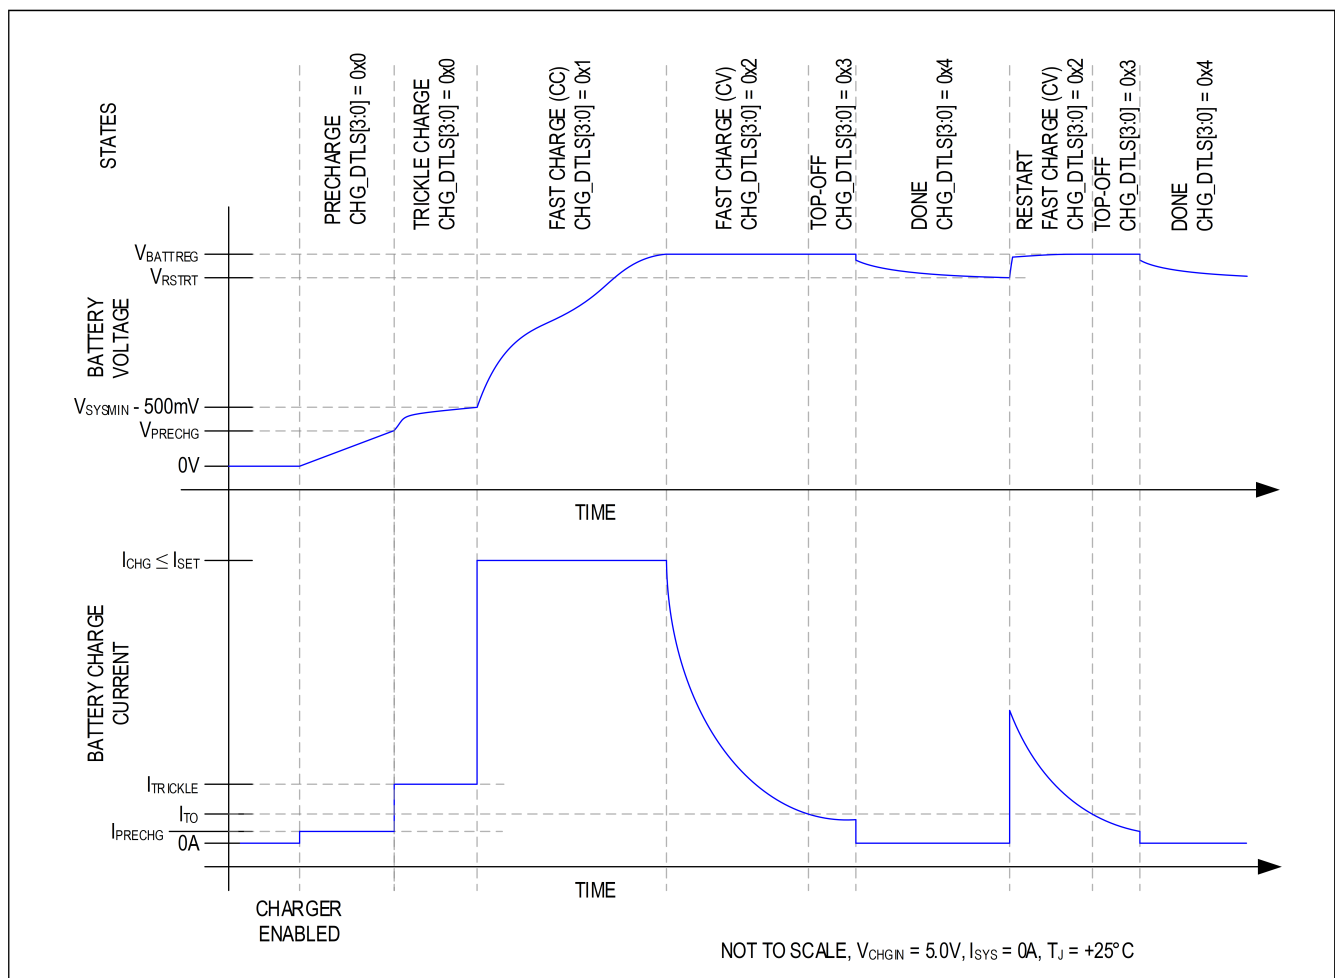
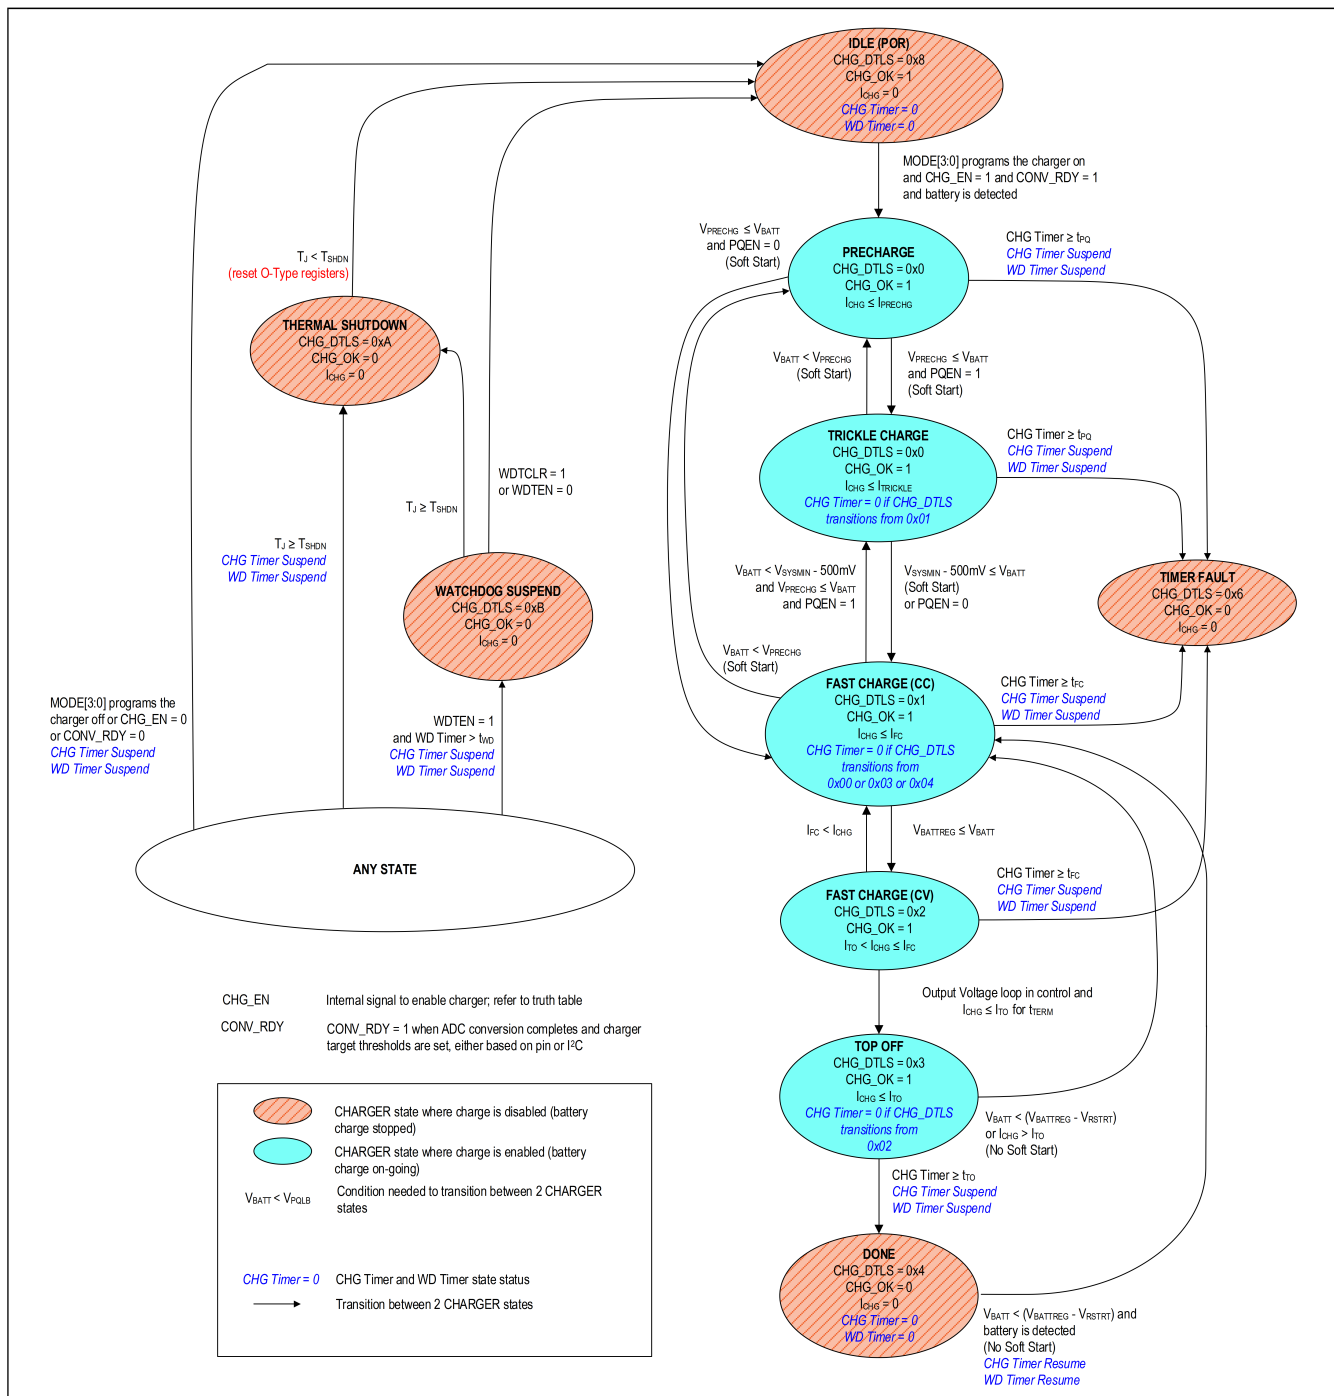

図 3. リチウム・イオン／リチウム・ポリマー・バッテリーの充電プロファイル
図 4. チャージャ状態図
MAX77963 は、図 3 と図 4 に示すように、いくつかの充電状態を利用して、バッテリーを安全かつ急速に充電します。図 3 に、システム負荷がなく、ダイとバッテリーが室温に近い場合に、予備充電 → 急速充電 → トップオフ充電 → 充電完了の充電状態を経て進行するリチウム・イオン／リチウム・ポリマー・バッテリーの充電プロファイルを示します。
図 4 に示すいずれの状態からも、サーマル・シャットダウンを除いて、チャージャがオフになるように設定されているか、またはチャージャ入力 $CHGIN$ が無効である場合は常に、「入力電力なしの、またはチャージャがディスエーブルになっている」状態になります。 t_{SCIDG} の間この状態になった後、 CHG_DTLS は $0x08$ に設定され、 CHG_OK は 1 に設定されます。 CHG_OK が以前に 0 であった場合、 CHG_I 割込みが生成されます。
図4に示すように、バッテリー電圧が V_{PRECHG} より低い場合、チャージャは事前充電状態になります。tsCIDGの間この状態になった後、CHG_I 割込みが生成され (CHG_OK が以前に 0 であった場合)、CHG_OK が 1 に設定され、CHG_DTLS が 0x00 に設定されます。事前充電状態では、バッテリーへの充電電流は I_{PRECHG} です。
図4に示すように、チャージャ・ステート・マシンは、 $V_{PRECHG} < V_{BATT} < V_{SYSMIN} - 500mV$ を満たす場合、トリクル充電状態にあります。tsCIDGの間この状態になった後、CHG_I 割込みが生成され (CHG_OK が以前に 0 であった場合)、CHG_OK が 1 に設定され、CHG_DTLS = 0x00 となります。
図4に示すように、チャージャは、 $V_{SYSMIN} - 500mV$ (代表値) $< V_{BATT} < V_{BATTREG}$ を満たす場合、急速充電定電流 (CC) 状態になります。tsCIDGの間、急速充電 CC 状態になった後、CHG_I 割込みが生成され (CHG_OK が以前に 0 であった場合)、CHG_OK が 1 に設定され、CHG_DTLS = 0x01 となります。
図 4 に示すように、バッテリー電圧が急速充電 CC 状態から $V_{BATTREG}$ まで上昇すると、チャージャは急速充電定電圧 (CV) 状態になります。 t_{SCIDG} の間、急速充電 CV 状態になった後、CHG_I 割込みが生成され (CHG_OK が以前に 0 であった場合)、CHG_OK が 1 に設定され、CHG_DTLS = 0x02 となります。
急速充電 CV 状態にあるとき、バッテリー・チャージャは、バッテリー全体で $V_{BATTREG}$ を維持し、充電電流は I_{FC} 以下になります。図 3 に示すように、バッテリーが完全充電されるにつれて、チャージャ電流は、この状態で指数関数的に減少します。
図 4 に示すように、チャージャ電流が t_{TERM} の間、 I_{TO} を下回って減少する場合のみ、急速充電 CV 状態からトップオフ充電状態に移行できます。 t_{SCIDG} の間、トップオフ充電状態になった後、CHG_I 割込みが生成され (CHG_OK が以前に 0 であった場合)、CHG_OK が 1 に設定され、CHG_DTLS = 0x03 となります。トップオフ充電状態にあるとき、バッテリー・チャージャは、バッテリー全体で $V_{BATTREG}$ を維持し、通常、充電電流は I_{TO} 以下になります。
図 4 に示すように、バッテリー・チャージャは、チャージャが t_{ro} の間、トップオフ充電状態になった後、充電完了状態になります。 t_{scidg} の間、この状態になった後、CHG_I 割込みが生成され（CHG_OK が以前に 0 であった場合のみ）、CHG_OK が 0 に設定され、CHG_DTLS = 0x04 となります。
チャージャには、充電タイマーとウォッチドッグ・タイマーの両方があり、安全な充電を確保しています。図 4 に示すように、充電タイマーはバッテリーが無期限に充電されることを防ぐようにします。チャージャが予備充電状態を維持できる時間は t_{PQ} です。チャージャが急速充電 CC および CV 状態を維持できる時間は t_{FC} であり、FCHGTIME でプログラム可能です。最後に、チャージャがトップオフ充電状態にある時間は t_{ro} であり、TO_TIME でプログラム可能です。タイマー・フォルト状態になると、CHG_I 割込みが遅延なく生成され、CHG_OK がクリアされ、CHG_DTLS = 0x06 となります。
チャージャは、タイマー・フォルト状態でオフです。チャージャは、MODE ビットを介してオフにしてから再びオンにするようにプログラムされている場合、または DISQBAT ピンが L-H-L からトグルされた場合に、タイマー・フォルト状態を終了できます。あるいは、チャージャ入力を取り外し、再挿入して、タイマー・フォルト状態を終了することもできます（図 4 の「ANY STATE」の楕円を参照）。
チャージャには、充電タイマーとウォッチドッグ・タイマーの両方があり、安全な充電を確保しています。図 4 に示すように、ウォッチドッグ・タイマーは、ホストがハングした場合、あるいは正常に通信できない場合に、バッテリーが無期限に充電されることを防ぐように保護します。ウォッチドッグ・タイマーは、デフォルトでは WDTEN = 0 でディセーブルになっています。WDTEN = 1 に設定して、この機能を有効にします。ホスト・コントローラは、ウォッチドッグ・タイマーがイネーブルになっている間に、タイマー期間 t_{WD} 内にウォッチドッグ・タイマーをリセットして、チャージャを正常動作させる必要があります。WDTCLR = 0x01 に設定して、ウォッチドッグ・タイマーをリセットします。
図 4 に示すように、ジャンクション温度 T_J がデバイスのサーマル・シャットダウン・スレッシュホルド T_{SHDN} を超えると、ステート・マシンはサーマル・シャットダウン状態になります。 T_J が T_{SHDN} に近い場合、チャージャは、既に入力電流を 0A に戻しているため（詳細については、サーマル・フォールバックのセクションを参照）、チャージャと DC-DC は事実上オフになっています。この状態になると、CHG_I 割込みが生成され（CHG_OK が以前に 1 であった場合）、CHG_OK がクリアされ、CHG_DTLS = 0x0A となります。